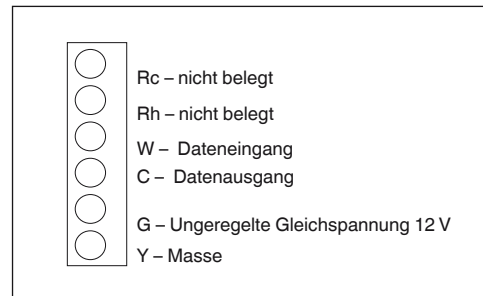

Abb. 3 - Zuordnung der Klemmen
8. Die Geräteadern an den richtigen Klemmen der Klemmleisten anklemmen. (Siehe dazu Abbildung 3). Weitere Details finden Sie im Verdrahtungsplan .